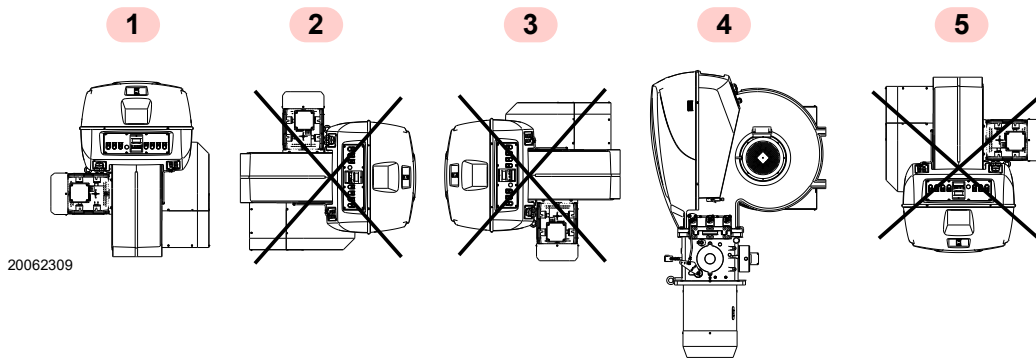

Fig. 9
- El quemador está preparado exclusivamente para funcionar en las posiciones **1** y **4** (Fig. 9).